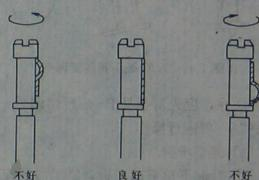

图 1-38 导杆高度调整
7) 在需要调整柱杆高度时，参照图 1-38，用柱杆调节螺钉旋具拧转导杆顶部的螺盖帽。